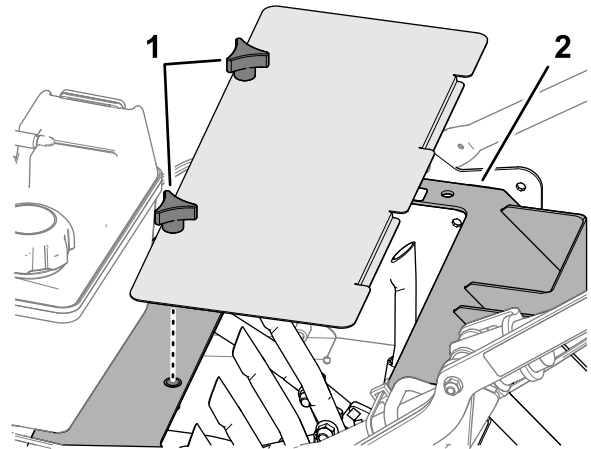

Figure 26
1. Alignez les languettes du couvercle d'accès aux louchets sur l'ouverture dans le boîtier des louchets (Figure 26).